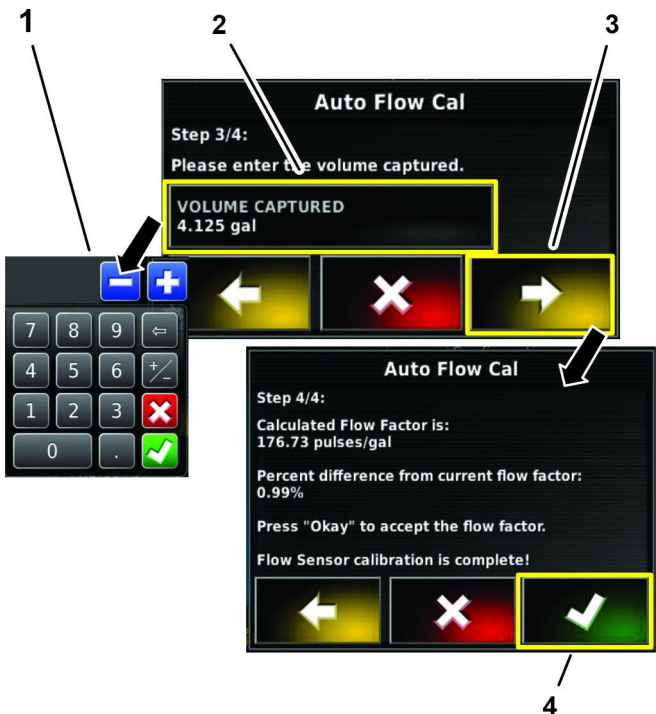

Figura 173
- 1. Nella fase 3 di 4 della procedura guidata di taratura automatica del flusso, premete l'icona VOLUME ACQUISITO, inserite il volume del fluido che avete convertito nella fase 4 di Calcolo del volume dell'irroratrice per 60 secondi (pagina 71) con il tastierino sullo schermo, quindi premete l'icona Conferma (Figura 173).
- 2. Premete l'icona Avanti (Figura 173).
- 3. Nella fase 4 di 4 della procedura guidata di taratura automatica del flusso, premete l'icona Conferma (Figura 173).